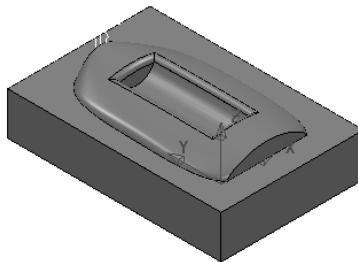

图 3-51 激活坐标系
4) 在“PowerMILL 资源管理器”中选中“用户坐标系”选项下的“1”，在弹出的快捷菜单中选择“激活”命令，激活新建立的坐标系，如图 3-51 所示。